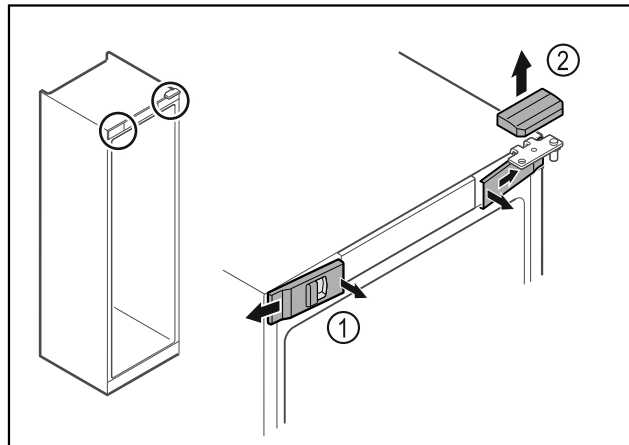

Fig. 10
- ▶ Izvadite prednje poklopce Fig. 10 (1) iznutra i skinite ih na stranu.
- ▶ Skinite gornji poklopac Fig. 10 (2) prema gore.